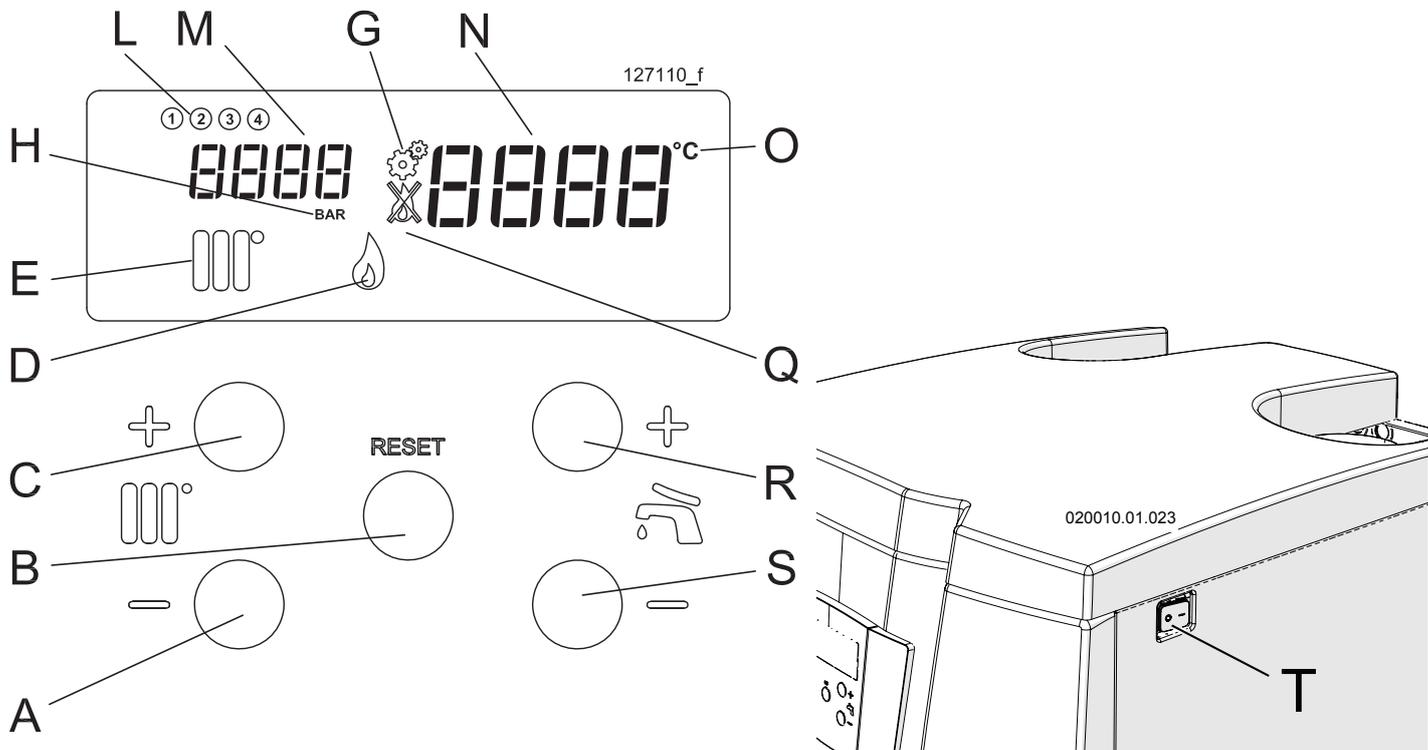

Figure 15-1 - Tableau de commandes
- 2.- brancher l'appareil au courant électrique et positionner sur ON l'interrupteur général (élément « T » de la figure 15-1) ;
- 7.- positionner sur ON l'interrupteur principal (élément « T » dans la figure 15-1) et générer une demande de chauffage en appuyant sur la touche  jusqu'à la valeur maximale, vérifier que la température programmée soit supérieure à la température de sortie et que l'installation soit dans les conditions de dissiper la chaleur générée ;
1. Allumer l'appareil en mettant l'interrupteur général sur ON (élément « T » de la figure 15-1) et lancer une demande de chauffage en amenant la valeur de température requise
LÉGENDE DE LA FIGURE 15-1
Si la pression à l'intérieur du circuit descend en-dessous de 0,5 bar, l'afficheur « N » de la figure 15-1 indique **59** pour signaler qu'il est nécessaire de rétablir la bonne pression.
Vérifier que la valeur de la pression sur l'afficheur « M » de la Figure 15-1 ait atteint la pression d'au moins 1 bar (l'indication **Err 59** doit disparaître).
- 1.- Agir sur l'interrupteur « T » de la figure 15-1 pour couper la tension électrique ;
à l'aide des touches  (voir la figure 15-1).
Pour réduire la consommation d'énergie de l'afficheur (Figure 15-1), celui-ci s'éteint automatiquement 5 minutes après la dernière opération effectuée. Il est possible de désactiver cette fonction ou d'en modifier le temps à travers le paramètre
En appuyant sur la touche RESET pendant 2 secondes, il est possible d'accéder au « menu utilisateur ». L'afficheur « M » de la figure 15-1 commence par indiquer le paramètre 100 pour signaler à l'utilisateur le changement de modalité effectué. À l'intérieur du menu, il est possible de faire défiler les paramètres à l'aide des touches  + et  - . Pour quitter le menu, il suffit de maintenir appuyée la touche RESET pendant 2 secondes.